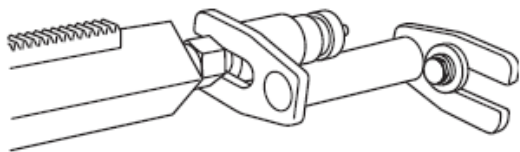

Fig.19
7. Para mayor seguridad de la columna de perforación se puede usar la fijación de expansión (fig. 19). La fijación se ajusta contra el tornillo de puntal y se fija en el techo con un tornillo de expansión. Fijar con una tuerca de seguridad de 30 mm.
7. Para uma melhor fixação da coluna de perfuração pode utilizar o acessório de expansão. (Fig. 19). A fixação pode ser ajustada contra o parafuso de escora e fixada ao teto com um parafuso de expansão. Fixe com porca de segurança de 30 mm.
7. The expander attachment can be used to provide additional anchorage of the drill column (Fig .19). The attachment is adjusted against the support column screw and is secured on the ceiling with an expansion bolt. Secure with the locking nut 30 mm.
7. Osprzęt rozszerzający może być użyty do dodatkowego przymocowania kolumny wiertniczej (rys. 19). Osprzęt jest regulowany za pomocą śruby kolumny nośnej i mocowany do sufitu za pomocą śruby rozporowej. Zabezpieczyć nakrętką zabezpieczającą 30 mm.